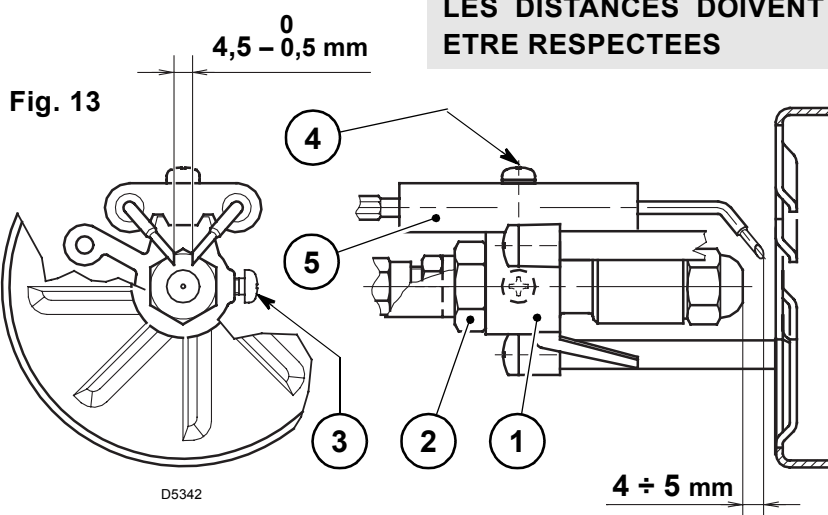

Fig. 13
- Accrocher le brûleur à la bride (1), enlever le gueulard (2) après avoir desserré les vis (3).
- Débrancher les câbles (4) des électrodes, enlever de la ligne porte gicleur le support de l'accroche flamme (5) après avoir desserré la vis (3, fig. 13, page 7).
- Visser correctement le gicleur (6) en le serrant comme indiqué en figure.
- Enlever la ligne porte gicleur (1) après avoir desserré les vis (2), dévissé l'écrou (3), débranché les câbles (4) de la boîte de contrôle et la cellule photorésistance (5).
- Débrancher les câbles (4) des électrodes, enlever de la ligne porte-gicleur (1) le support de l'accroche-flamme (8) après avoir desserré la vis (3, fig. 13).
- **Visser correctement le gicleur (9) en le serrant comme indiqué en figure.**
4.4 REGLAGE DES ELECTRODES (Voir fig. 13)
- Changer le gicleur, (voir fig. 12, page 7) et contrôler si les électrodes sont placées correctement (fig. 13, page 7).